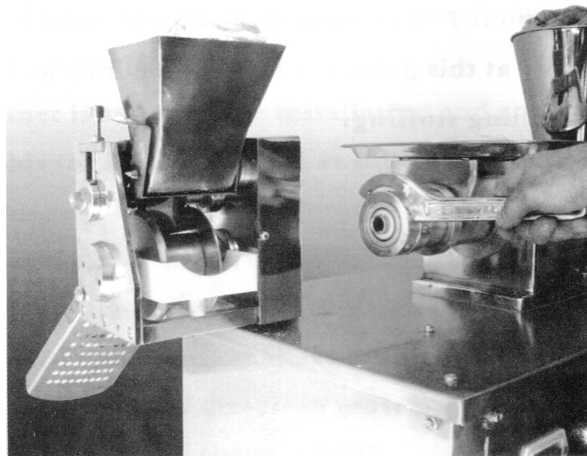

Рисунок 5.
Толщина регулируется при помощи гайки (10), если толщина большая, гайку следует повернуть по часовой стрелке, иначе поверните гайку против часовой стрелки (см. рис. 5).